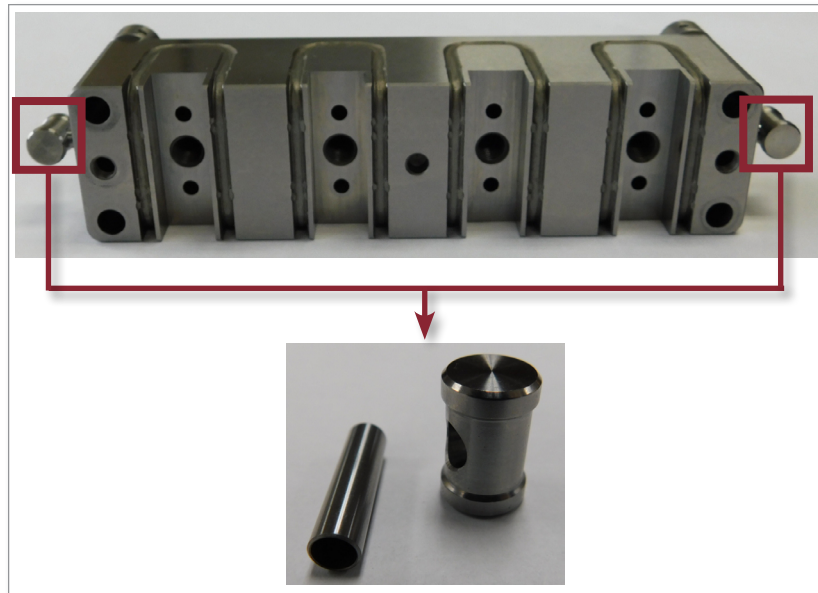

Figura 19-17 Instalación de la clavija antirrotación
1. Instale la clavija antirrotación en cada extremo del Melt-CUBE. Consulte la Figura 19-17.
Asegúrese de que las clavijas antirrotación estén insertadas en el corte del bloque de cavidades, como se muestra en la "Figura 19-17 Instalación de la clavija antirrotación" en la página 19-25.